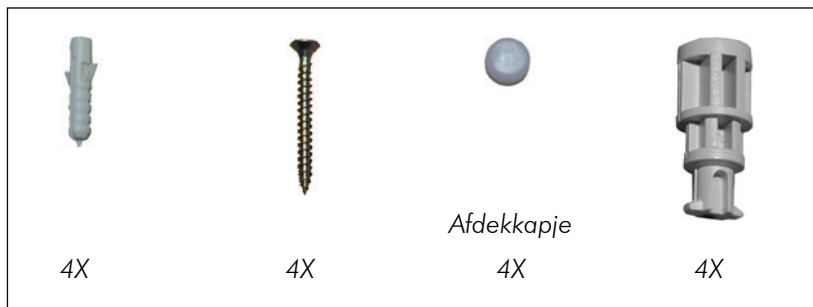

Fig. 16
- Controleer het met de centrale meegeleverd materiaal. (Fig. 16).